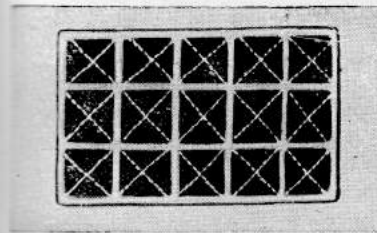

Bild 56
N. Durchbruch- oder Spitzenstich-Stickerei (Bild 56)